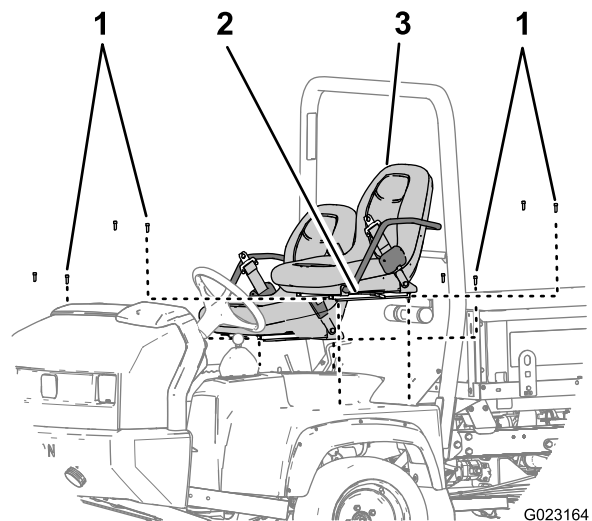

Figure 8
5. Retirez les 8 boulons à tête creuse qui fixent les glissières de siège au châssis et déposez les sièges (Figure 8).